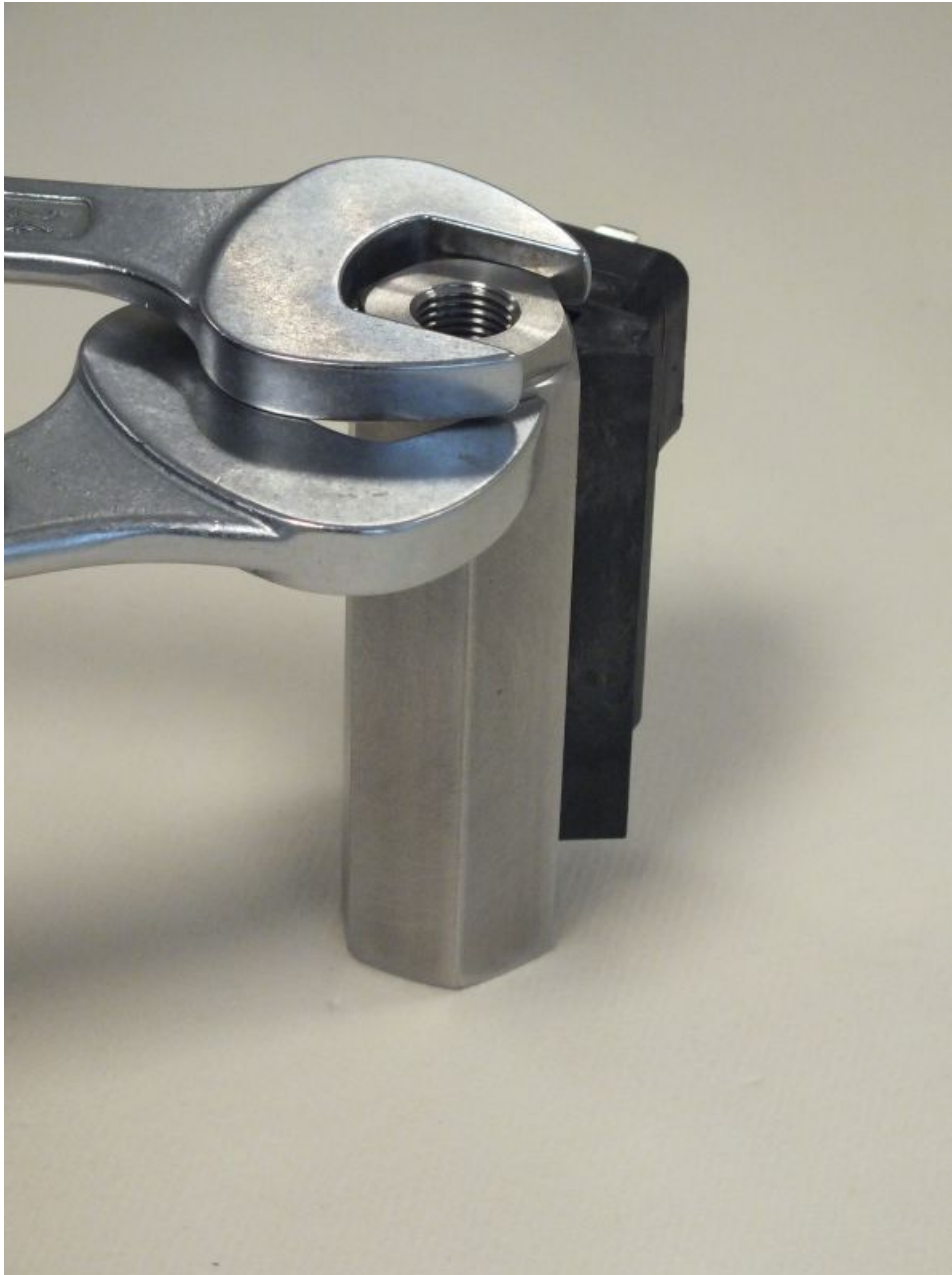

Abb. 57: Verschraubung (Ausgang) festziehen
- 11.►** Verschraubung (Ausgang) mit passendem Maulschlüssel einschrauben und festziehen. Den Gerätekörper hierbei mit passendem Maulschlüssel gegenhalten (*Abb. 57*), dabei Anziehdrehmoment beachten (→ Kapitel 11.1 „Anziehdrehmomente“ auf Seite 89)